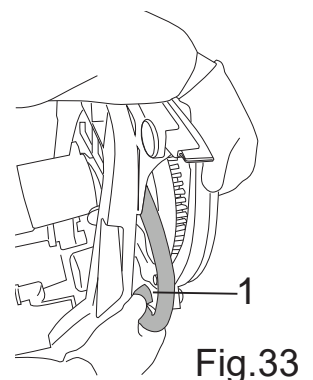

Fig.33
- Løsne slangen fra strupeventilen og fra den framre sugenalen (fig. 33 - ref. 1).